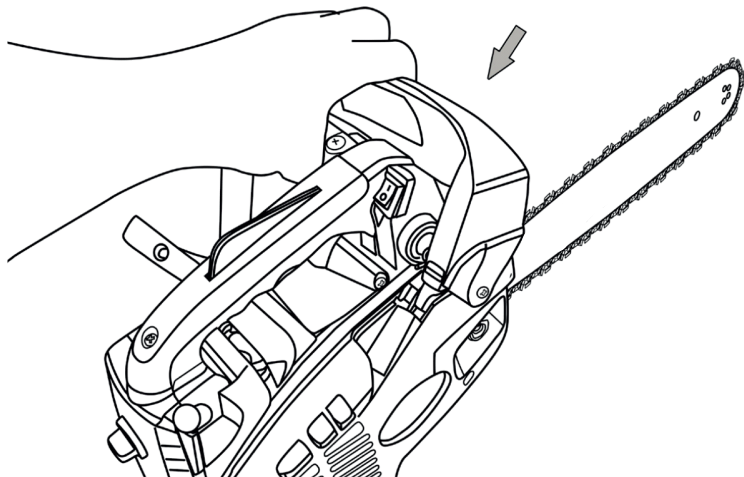

Рис.15. Снятие тормоза цепи
1. Разблокируйте тормоз цепи, сдвинув ручку тормоза в направлении передней ручки до касания. Цепь должна проворачиваться рукой (рис. 15).